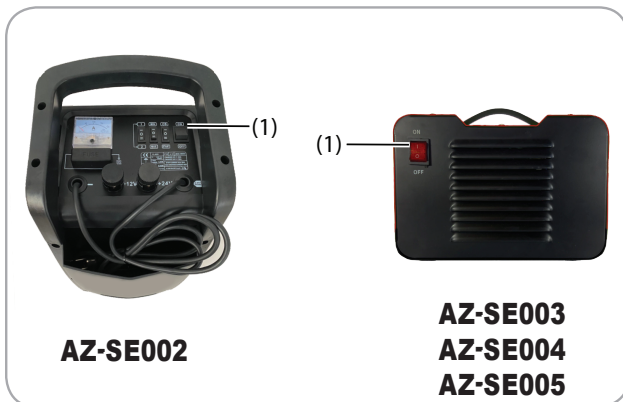

Fig.4a
- Aparatul pornește prin apăsarea întrerupătorului în poziția Pornit; Fig 4a (1)